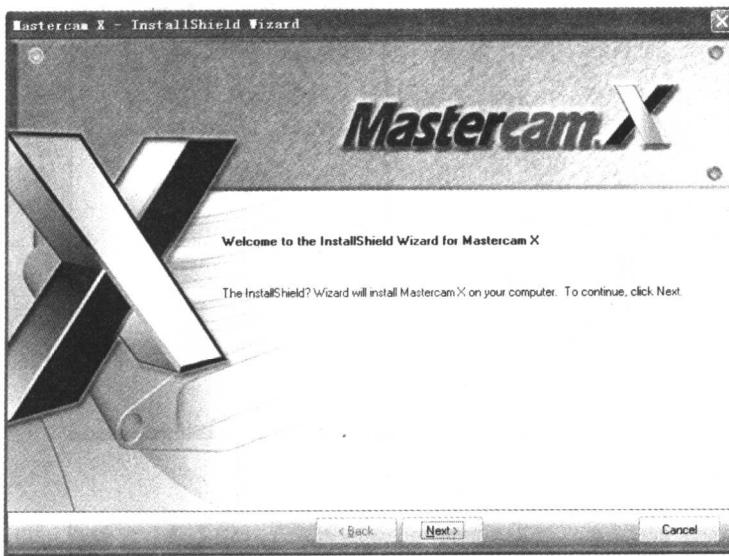

图 1.3 安装 Mastercam X 向导
(3) 安装完毕后，如果机器上已经安装了 DirectX 9.0，则跳过第二步，直接进入 Step3，出现如图 1.3 所示的提示，单击 Next 按钮，输入用户名名称和公司名称，单击 Next 按钮。